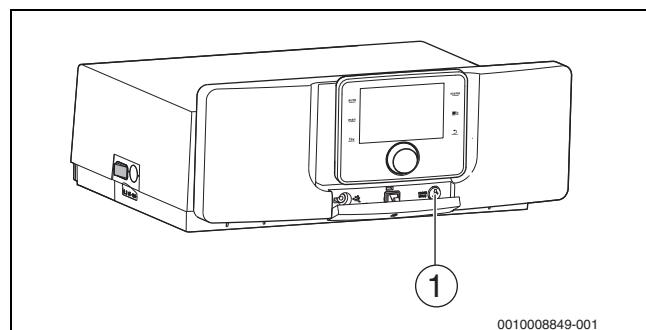
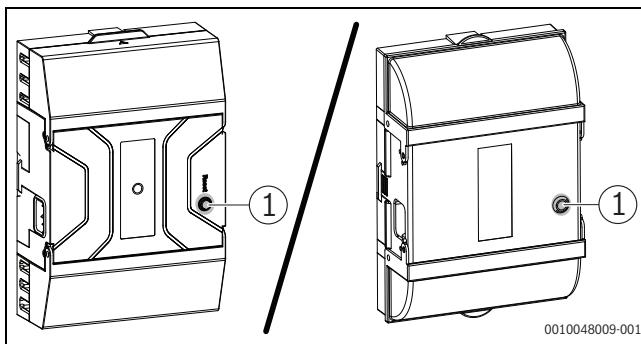

Bild 21 Schornsteinfeger-, Reset- und Notbetrieb-Taste an der Bedieneinheit
Bild 22 Reset-Taste am Feuerungsautomat
- Zum Entriegeln Taste reset am Regelgerät (→Bild 21) oder am Feuerungskontrollautomat (→Bild 22) drücken.
Da der Brenner werkseitig im Störungszustand ausgeliefert wird, müssen Sie den Brenner vor der ersten Inbetriebnahme entstören, indem Sie die Reset-Taste (→Bild 21) drücken. Oder Reset-Taste am Feuerungskontrollautomat drücken (wie folgt beschrieben).
- ▶ Um die Abgastest-Funktion an der Bedieneinheit aufzurufen, Schornsteinfeger-Taste drücken (→Bild 21).